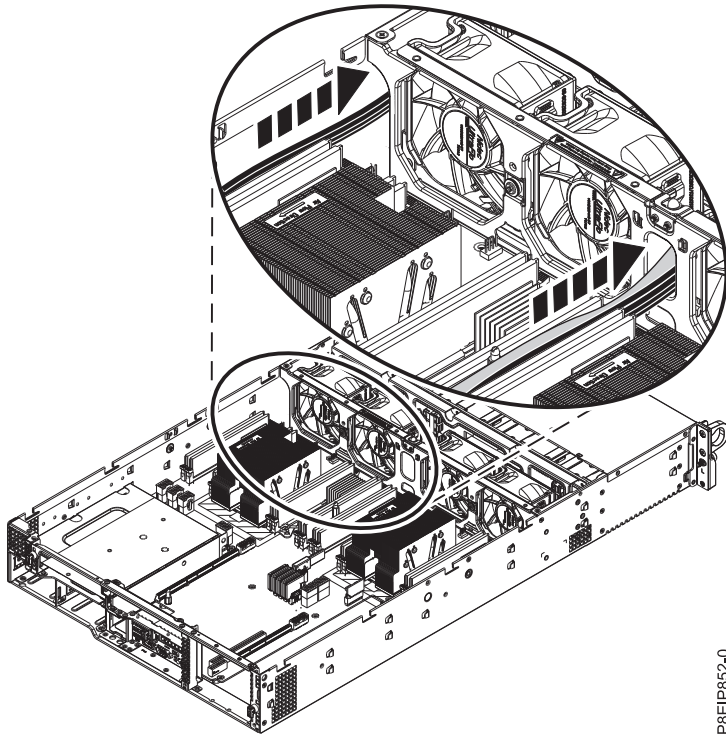

Figure 13. Retrait des câbles du fond de panier d'unité de disque
6. Faites passer soigneusement les cordons d'interface et les câbles d'alimentation de l'unité à travers le châssis pour les retirer, comme dans la figure 13, à la page 16.